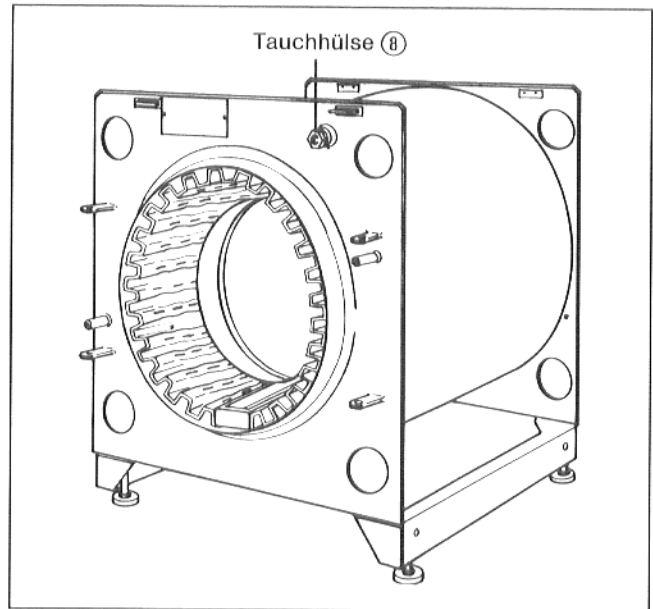

Abb. 5
- Schutzkappe von Tauchhülse entfernen (Abb. 5).